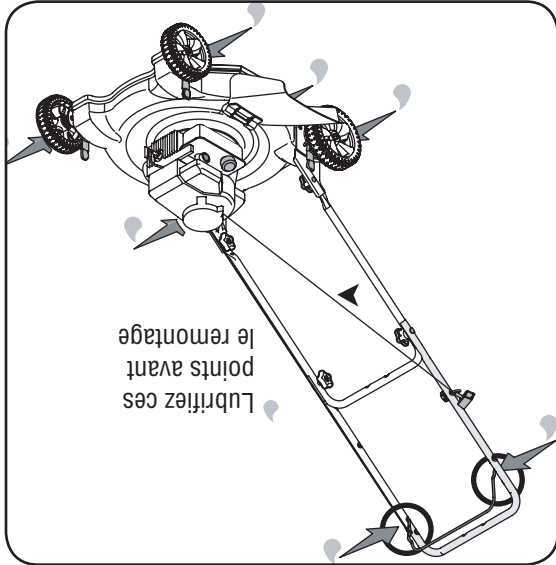

Figure 10
3. Le ressort de torsion et le point de pivotement doivent être lubrifiés régulièrement avec une huile légère pour empêcher la rouille. Voir la Figure 10.